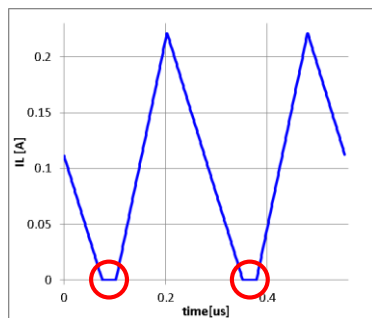

図1 $I_{dc}=0.09A$ 時の
- インダクタに流れるILの下限電流が0Aとなる状態のときがPFMモード (図1)